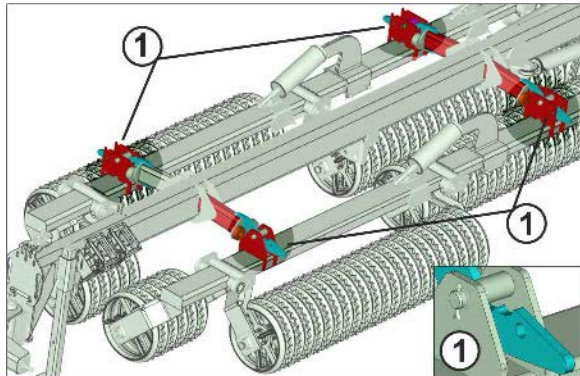

Fig. 27
2. Sikre liftarmsboltene med klapsplitter (Fig. 27/1) så de ikke kan løsne sig utilsigtet.